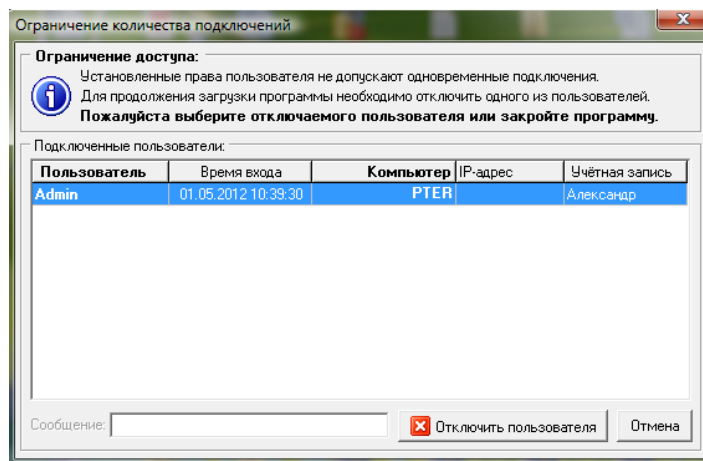

Рис. 4.2
- 1) если другой пользователь под этими же именем и паролем уже вошёл в систему, и для этого пользователя не разрешены «Множественные подключения» (см. п. 4.2.12), будет отображено окно разрыва соединения с пользователями (рис. 4.2);